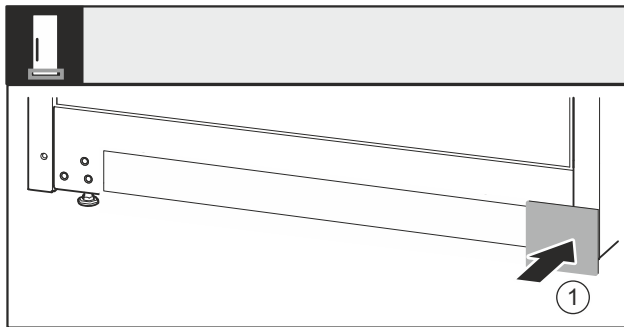

Fig. 39
- Abdeckung Fig. 39 (1) auf der anderen Seite wieder aufsetzen.